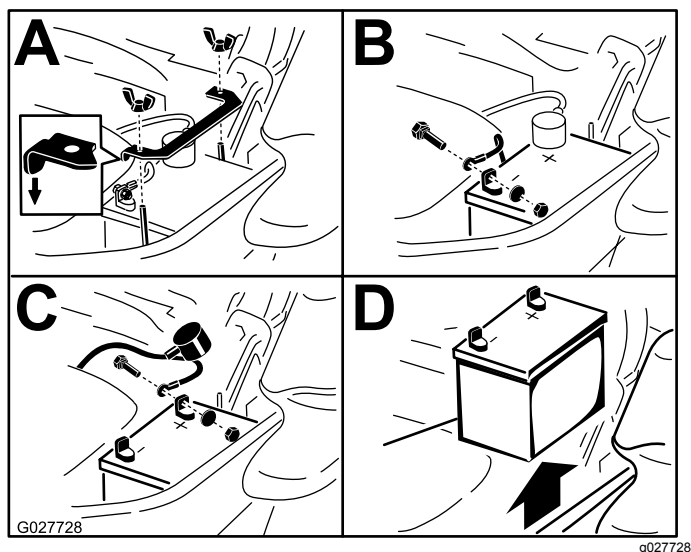

Figura 58
3. Retire la batería, según se muestra en Figura 58.
Nota: Coloque la batería en la bandeja, con los bornes frente al depósito de aceite hidráulico (Figura 58).